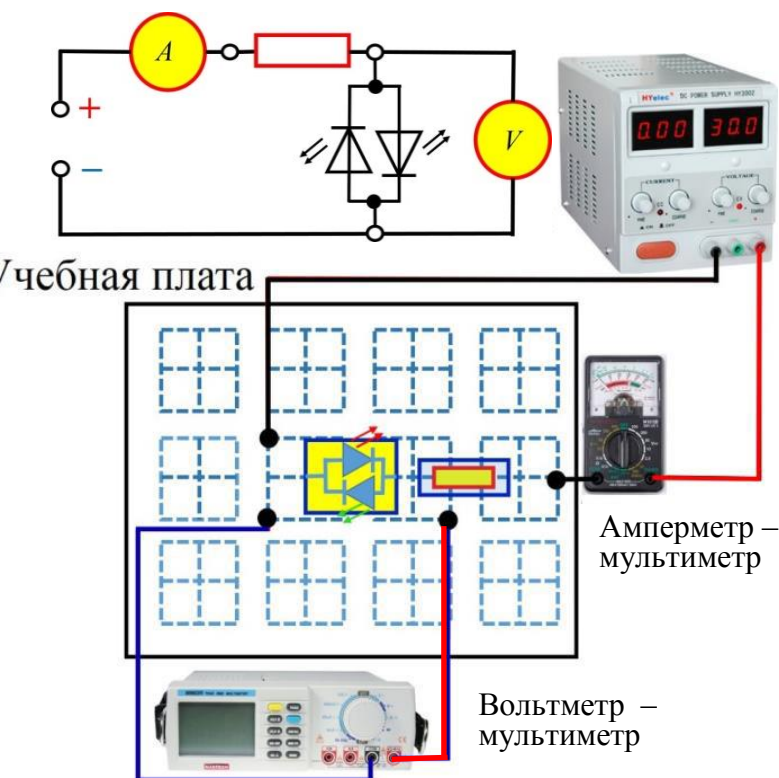

Рис. 13. Электрическая схема и блок-схема соединения элементов для измерения ВАХ светодиодов.
1. Соберите схему для измерения ВАХ по рис. 13, не подключая к ней блок питания. Дополнительный резистор $R = 6,8 \text{ КОм}$, включенный последовательно со светодиодами, необходим для ограничения максимального тока и подобран таким, чтобы можно было подавать на схему любое напряжение от -30 до $+30 \text{ В}$. При непосредственном подключении светодиода к источнику тока он может сгореть. Наличие такого ограничительного сопротивления, как правило, обязательно при включении в цепь любых нелинейных элементов. Поскольку ток в цепи не будет превышать 5 мА (объясните, почему?), начальный предел измерения можно установить $10-25 \text{ мА}$.